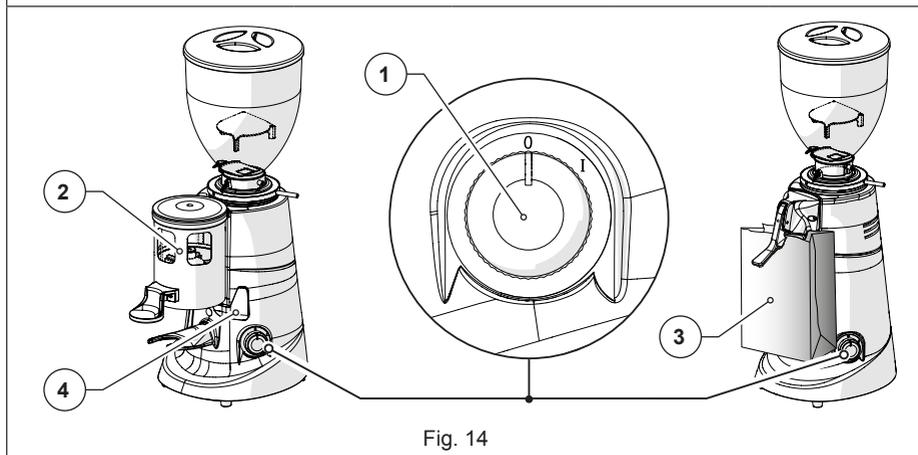

Fig. 14
**Interruptor manual “O/I”** (Fig. 14 Part. 1) disponible en: